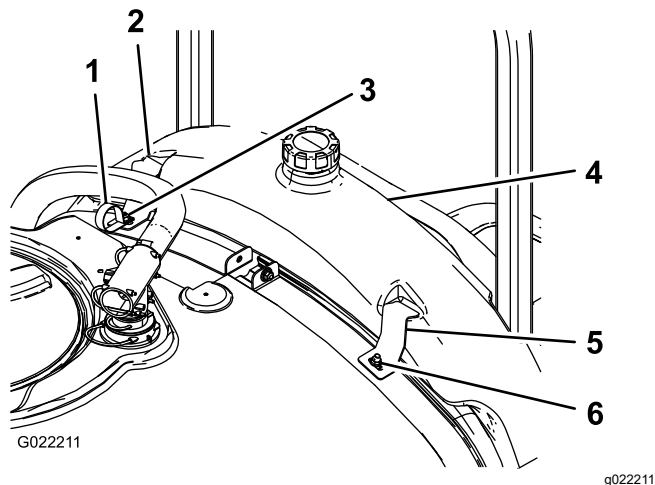

Figura 2
2. Instale el depósito de enjuague, según se muestra en Figura 2.
3. Usando 2 arandelas grandes y tuercas con arandela prensada, instale los soportes del depósito de enjuague y la abrazadera en R en los pernos de cuello cuadrado que instaló anteriormente (Figura 2).